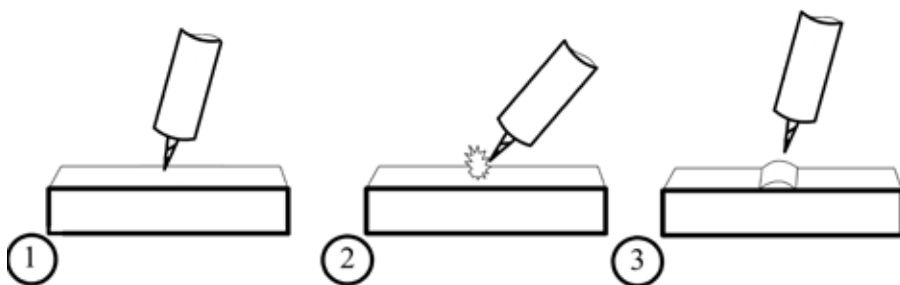

Рис. 7.5. Поджиг касанием.
**Lift TIG** - возбуждение дуги путем к с ния вольфр мового электрод о поверхность св рив емого мет лл (см. рисунок 7.5).